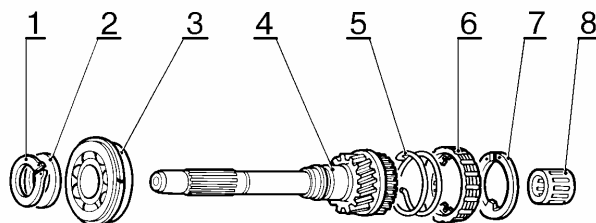

Рис.27. Детали первичного вала:
- снять с переднего конца вторичного вала игольчатый подшипник 8, рис.27;
- снять стопорное кольцо 7, рис.27, блокирующее кольцо 6 и пружину 5 синхронизатора (щипцы);